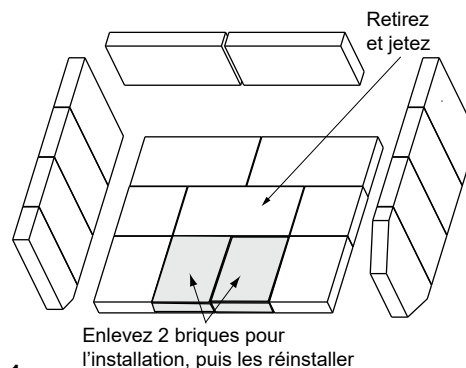

Figure 21.1
2. Retirez les 2 briques de la partie avant de la boîte à feu (**Figure 21.1**).
2. Retirez les 2 briques de la partie avant de la boîte à feu (Figure 21.1 à la page 21).